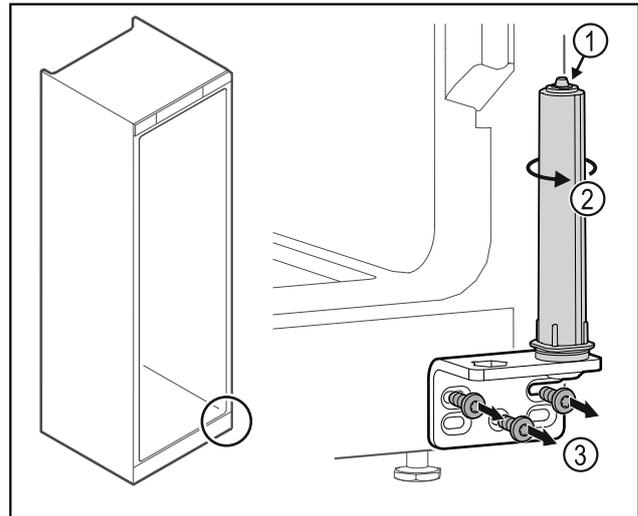

Fig. 30
- Non disassemblare il sistema di chiusura della porta Fig. 30 (1).
- Ruotare il sistema di chiusura Fig. 30 (2) finché non si innesta con un clic.
- Svitare la cerniera angolare Fig. 30 (3).